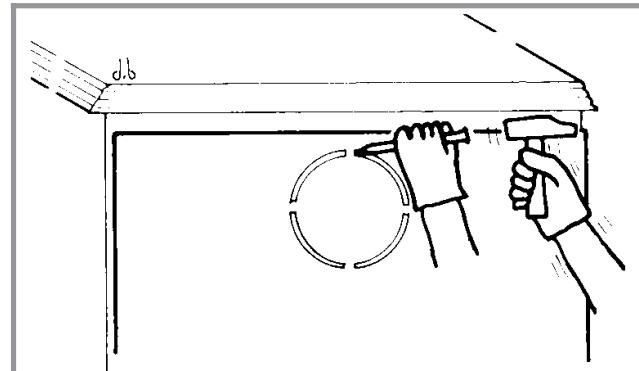

Fig. 6 - Découpe de l'écran pare chaleur
2.3.3. Départ de fumée à l'arrière (fig. 6 et 7)